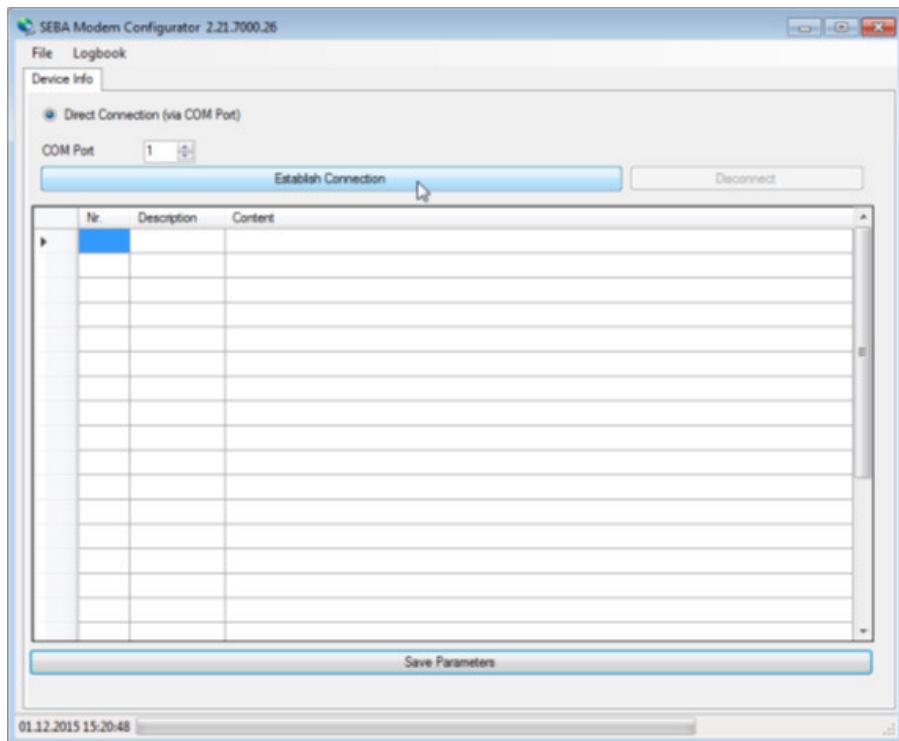

FIGURA 8. VENTANA PRINCIPAL DE LA APLICACIÓN “SEBA MODEM CONFIGURATOR”.
3. Ejecutar la aplicación “SEBA Modem Configurator”. Se mostrará la ventana principal (Figura 8).